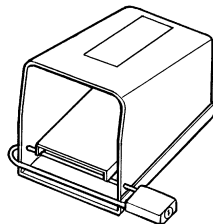

Figure 1 – Pédale de commande en position verrouillée
- **Verrouillez la pédale de commande lorsque l'appareil ne sert pas (Figure 1).** Cela empêchera les démarrages accidentels.